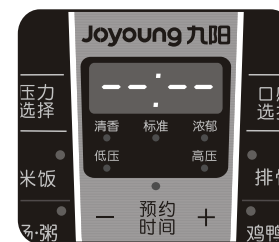
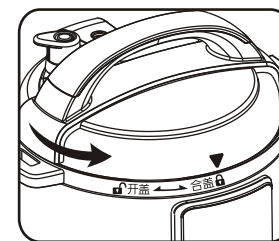

图1
图2
- 1、工作电源使用220V~50Hz交流电，不得使用其它电源，如果用非220V电源会引起火灾或触电。（如图1）
- 3、拔下插头时，必须捏住插头柄，不能拉扯电源线，否则易损伤电源线；不可用湿手插、拔插头，否则会引起触电或受伤。（如图2）
开盖前，确保浮子阀落下，用单手握紧上盖手柄，顺时针方向旋转上盖至限位边，然后向上提起上盖。（见图1，图2）